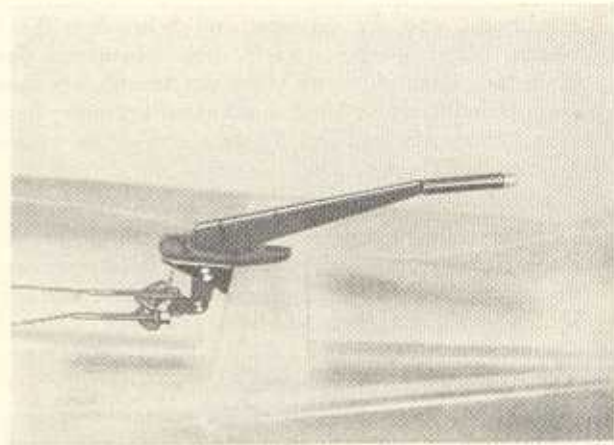

Bild F 94. Stellung des Handbremshebels und Auflagerung des Waagebalkens
1. Nach dem Entfernen der Splinte den Lagerbolzen $11 \times 25 \times 19,5$ aus dem Handbremshebel und den zweiten Bolzen $11 \times 30 \times 24$ aus der Lasche am Waagebalken und dem Handbremshebel herausnehmen. Handbremshebel nach oben herausziehen. Verzahnung der Hebefeststellung überprüfen (Bild F 94).